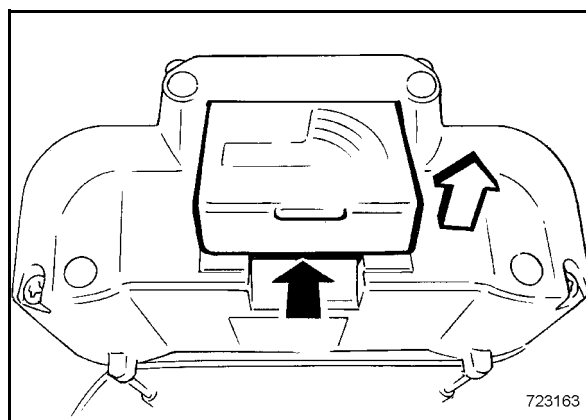

Рис. 70
- Нажать на аккумуляторную батарею вперед и вынуть вверх из корпуса (Рис. 70).